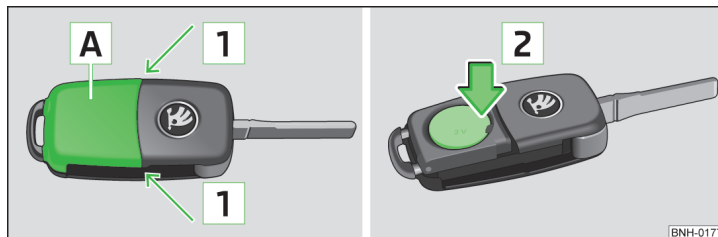

Fig. 138 Demontarea capacului / scoaterea bateriei
- Apăsăți capacul bateriei **A** » fig. 138 cu degetul mare sau cu o șurubelniță cu vârf plat, în locurile marcate cu săgețile **1**.